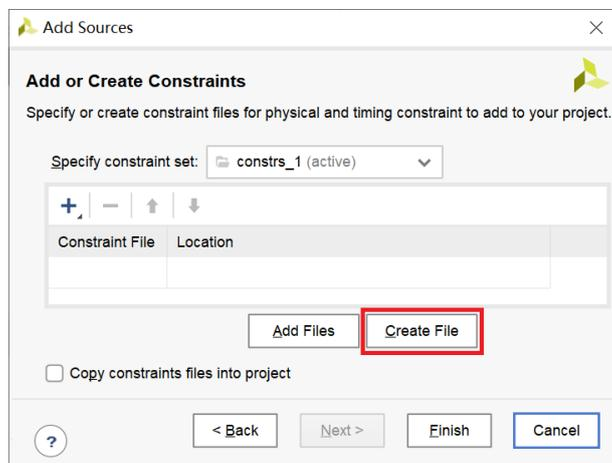

图 1.33
a.6、此时，在 Sources 下 Constraints 中会找到新建的 XDC 文件，见图 1.33。